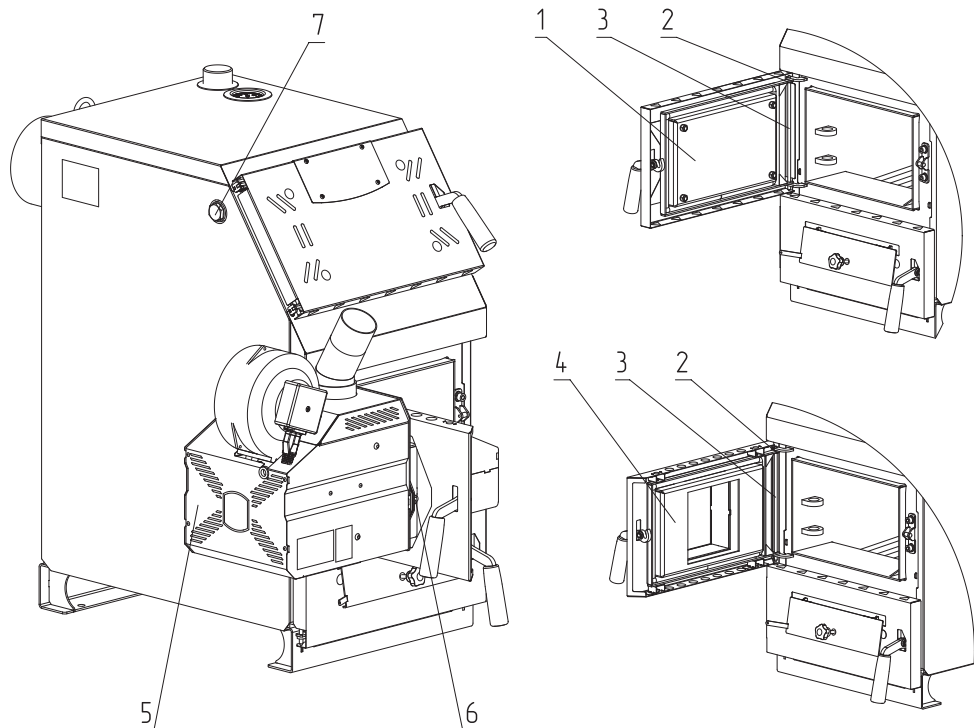

Рис. 9 Порядок установки горелки ZOTA «RAY» на твердотопливные котлы ZOTA Тополь-М 14, 20, 30; ZOTA Тополь ВК 16, 22, 32
- Снимите старую дверь (Рис. 9, поз. 1), для этого извлеките стопорные шайбы (Рис. 9, поз. 2) и удалите ось (Рис. 9, поз. 3);
- Затем установите адаптер (Рис. 9, поз. 4) и зафиксируйте его с помощью оси (Рис. 9, поз. 3) и стопорных шайб (Рис. 9, поз. 2);
- После установки адаптера установите горелку (Рис. 9, поз. 5) и зафиксируйте ее гайками (Рис. 9, поз. 6);
- Для установки гильзы под датчики температуры и перегрева снимите пробку или тягорегулятор (если установлен) и установите гильзу (Рис. 9, поз. 7) в освободившееся отверстие.